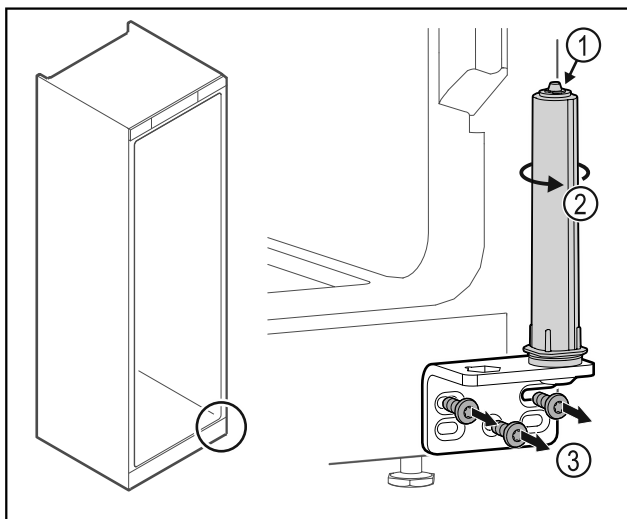

Fig. 39
- ▶ Neizjauciet durvju slēgšanas sistēmu Fig. 39 (1).
- ▶ Pagrieziet slēgšanas sistēmu Fig. 39 (2), līdz tā noklikšķ.
- ▶ Noskrūvējiet lokāmos kronšteinus Fig. 39 (3).